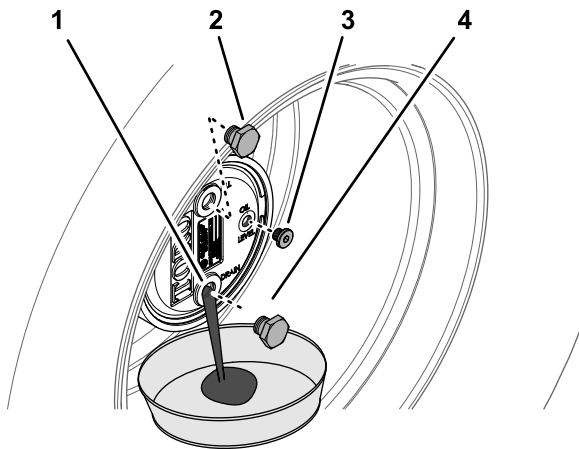

Figura 75
- Retire el tapón de llenado en la posición de las 12 y compruebe el tapón en la posición de las 3 (Figura 75).
- Coloque un recipiente debajo del cubo planetario, retire el tapón de vaciado en la posición de las 6 y deje que se drene el aceite (Figura 75).
- Instale el tapón de vaciado en el orificio de vaciado del alojamiento de los engranajes planetarios (Figura 75).